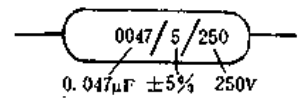

图 2-37
(1) 直标法: 即将电容器的误差直接标在电容器外壳上, 这又常分为两种, 一种是直接标出误差量, 如  $68 \pm 0.5 \text{pF}$ , 表示标称容量是  $68 \text{pF}$ , 误差量为  $\pm 0.5 \text{pF}$ , 另一种是用百分数标出误差, 如图 2-37 所示。